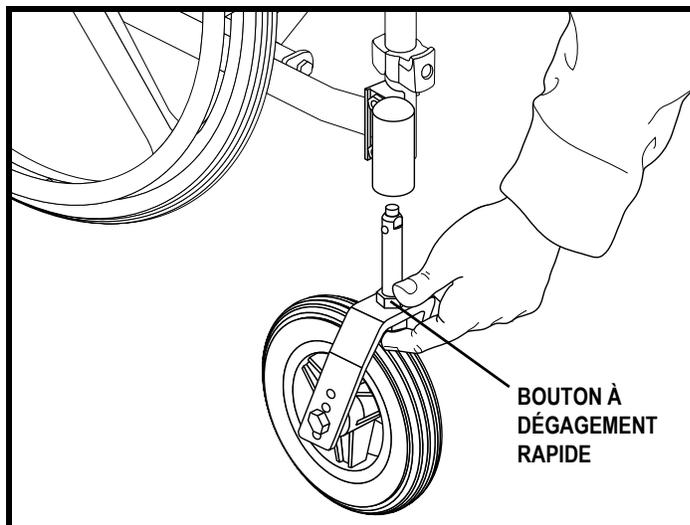

Figure 41. Enlèvement d'une roue avant à détente rapide
1. Pesez sur le bouton à détente rapide et retirez la roue avant. **Voir la figure 41.**